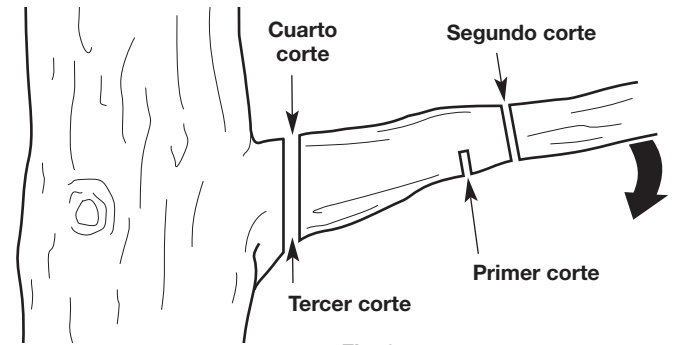

Fig. 24
1. Realice el primer corte aproximadamente a 6 pulgadas (15 cm) del tronco del árbol. Corte hacia arriba, desde la parte de abajo de la rama. Use la parte superior de la barra de guía para hacer este corte. Corte hasta un tercio del diámetro de la rama (Fig. 24).
2. Haga el segundo corte de 2 a 4 pulgadas (5 - 10 cm) más afuera en la rama. Corte hacia abajo, desde la parte de arriba de la rama. Use la parte inferior de la barra de guía para hacer este corte. Corte atravesando totalmente la rama (Fig. 24).
3. Haga el tercer corte lo más cerca posible del tronco del árbol. Corte hacia arriba, desde la parte de abajo del muñón de la rama. Use la parte superior de la barra de guía para hacer este corte. Corte hasta un tercio del diámetro de la rama (Fig. 24).
4. Realice el cuarto corte directamente encima del tercero. Corte hacia abajo, desde la parte de arriba del muñón de la rama. Use la parte inferior de la barra de guía para hacer este corte. Corte atravesando totalmente el muñón de la rama hasta alcanzar el tercer corte (Fig. 24). Así se retira el muñón de rama.